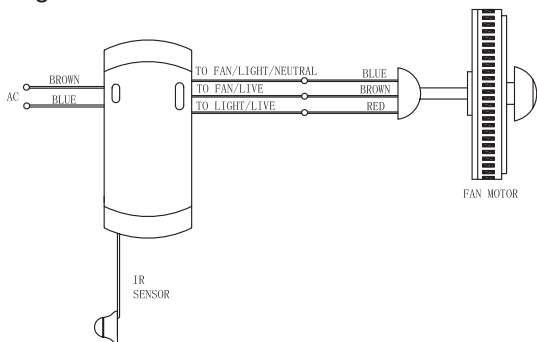

Fig. 1.2
4. Après avoir effectué les branchements, le récepteur peut être inséré dans le support de la tige. Le chapeau est glissé vers le haut pour cacher le récepteur et le support (Fig. 1.2).